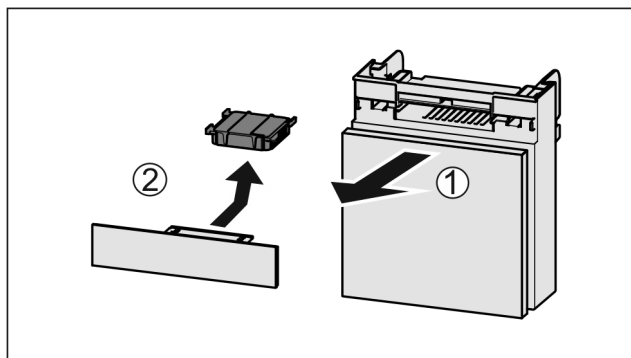

Fig. 72
- ▶ Потягніть Fig. 72 (1) відділення вперед.
- ▶ Витягнути Fig. 72 (2) фільтр з активованого вугілля.